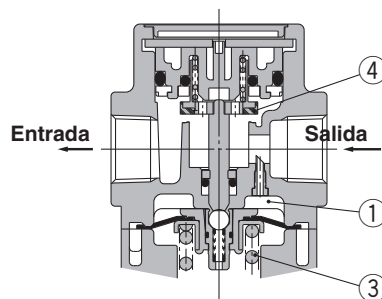

Figura 2 Flujo inverso
Cuando la presión de entrada se cierra y se evacua, la válvula antirretorno ② se abre y la presión de la cámara del diafragma ① se evacua hacia el lado de entrada (figura 2).
Esto hace descender la presión en la cámara de diafragma ① y la fuerza generada por el muelle del regulador de presión ③ hace ascender el diafragma. La válvula ④ se abre a través del vástago y la presión de salida se descarga hacia el lado de entrada (figura 2).